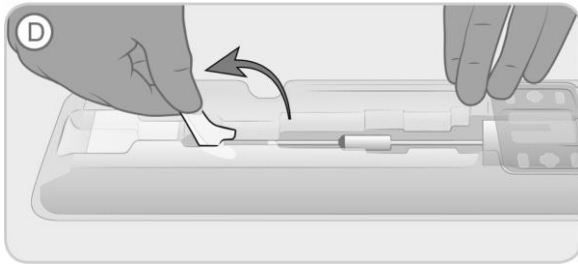

Bild 5. Fäll upp spärren för att frigöra anordningen från brickan.
- D. Fäll spärren till lodrätt läge för att frigöra administreringssystemet från laddningsröret (märkt med ett "D" på brickan) enligt Bild 5.